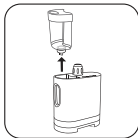

fig.12
1. Assurez-vous que l'appareil est débranché. Retirez le réservoir de la base de l'appareil en le tenant par la poignée chromée située en haut. (fig.12)